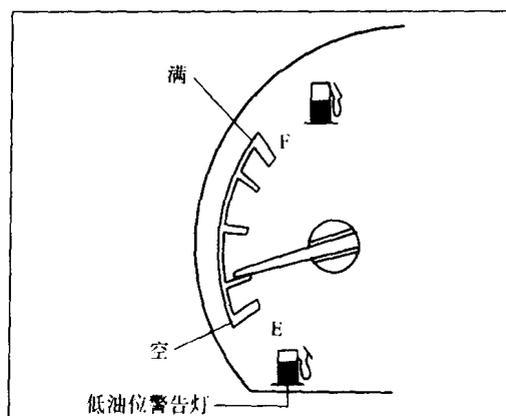

图 1-25 燃油表
(11) 燃油表, 如图 1-25 所示。打开点火开关, 燃油表指针所在位置表示油箱中的燃油存量。油箱油量最少应保持在装满状态的 1/4。燃油表的指针是不返回型, 不论点火开关位于哪一位置, 均会停在所指位置不动。